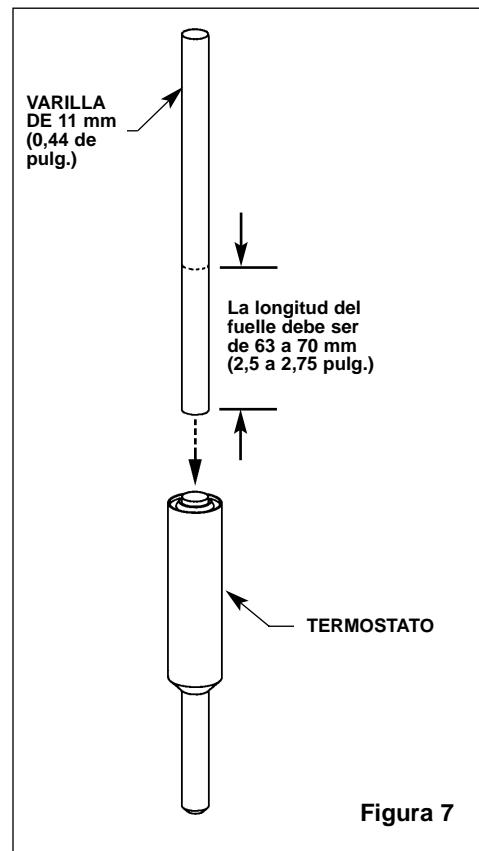

Figura 7
2. Inserte una varilla de 11 mm (0,44 de pulg.) de diámetro dentro del fuelle del termostato. Marque la longitud de la varilla dentro del fuelle (vea Figura 7).
3. Marque la longitud del fuelle del termostato [a temperatura ambiente, con 4,45 kg / 44,5 N (10 libras) de fuerza, la longitud del fuelle debe ser aproximadamente 67 mm (2,67 pulg.)] (vea Figura 7).